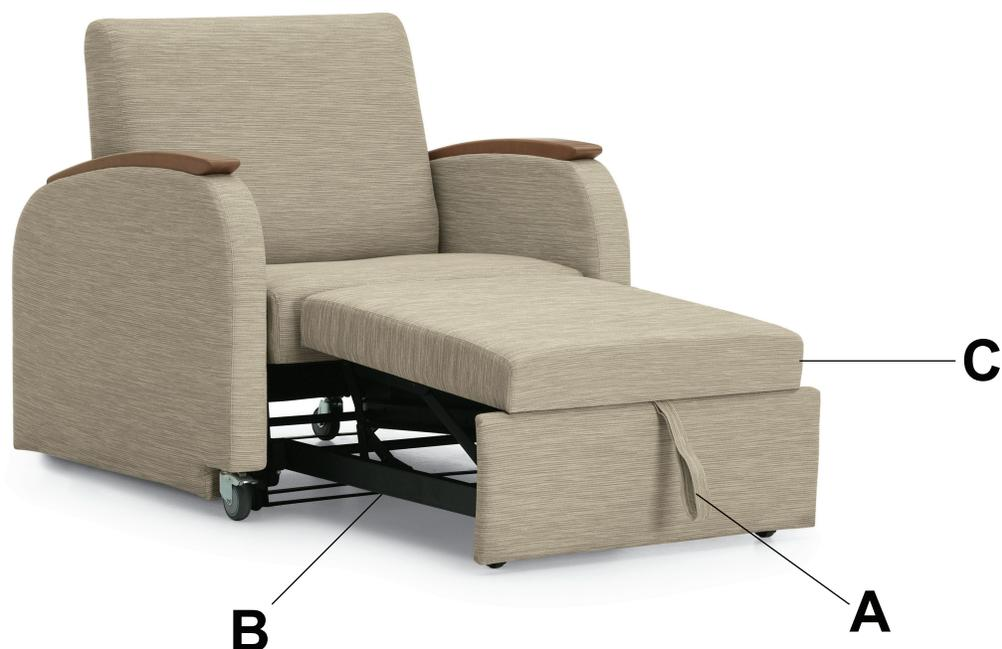

Figure 3 – Incliner en arrière
2. Tirer la sangle (A) à l'avant du fauteuil inclinable pour glisser vers l'extérieur de châssis d'extension (B) (Figure 3).
3. Tirer la sangle vers le haut et vers l'extérieur pour soulever le coussin repose-pieds (C) en position verticale.